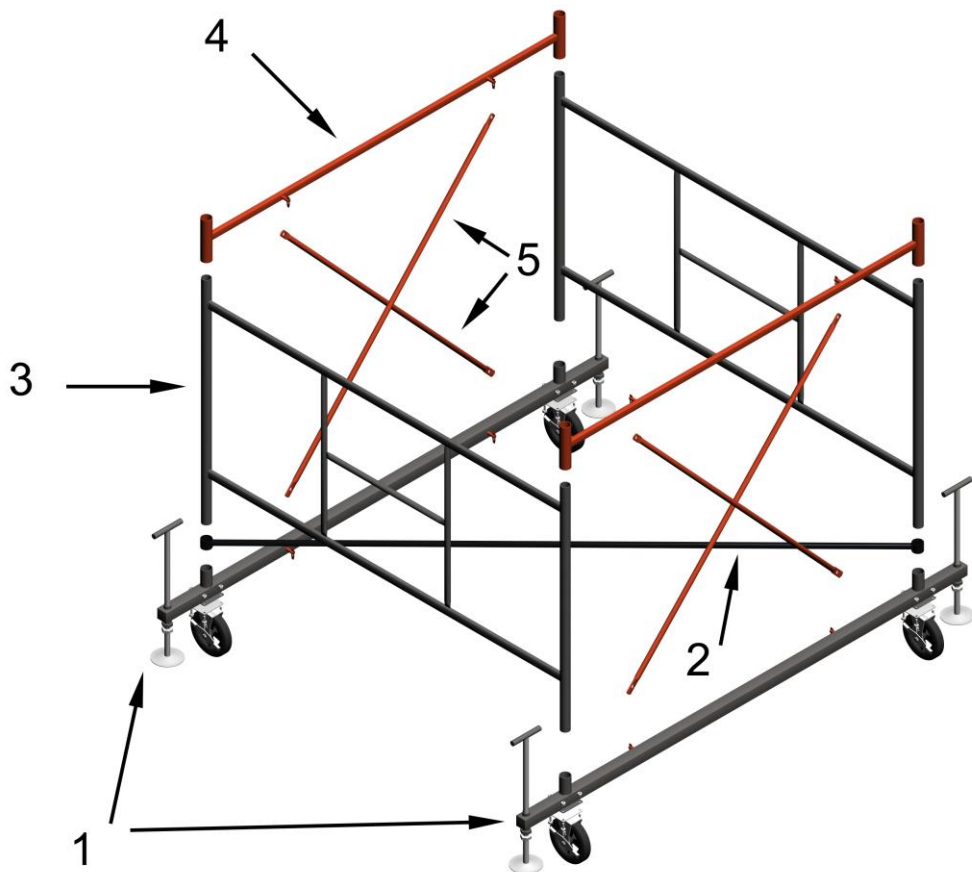

рис.2
- 3.6. Используя флажковые замки, соединить гантели (4) и базы (1) стяжками (5) (рис.2).